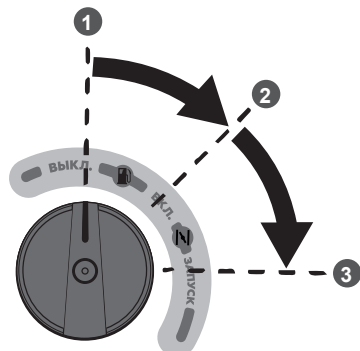

Рис. 12. Положения многофункционального рычага
4. Поверните многофункциональный рычаг сначала в положение «ВКЛ.», затем в положение «ЗАПУСК» (Рис. 12). При этом включается цепь зажигания, открывается топливный кран и закрывается воздушная заслонка карбюратора.
При запуске прогретого двигателя воздушную заслонку карбюратора закрывать не нужно. При запуске прогретого двигателя устанавливайте многофункциональный рычаг в положение «ВКЛ.» (Рис. 12).
6. По мере прогрева двигателя (как только двигатель начнёт «захлёбываться») постепенно открывайте воздушную заслонку (поворачивайте многофункциональный рычаг из положения «ЗАПУСК» в положение «ВКЛ.») (Рис. 12). Прогрев двигателя в зависимости от температуры окружающей среды занимает не более 1 минуты.
При возникновении аварийной ситуации, для экстренной остановки двигателя генератора поверните многофункциональный рычаг в положение «ВЫКЛ.» (ВЫКЛЮЧЕНО) (Рис. 12).
рычаг в положение «ВЫКЛ.» (ВЫКЛЮЧЕНО) (Рис. 12).